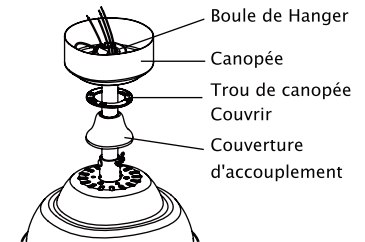

Fig. 9
**Étape 5.** Glissez le couvercle d'accouplement, le couvercle du trou de la canopée et la verrière sur la tige descendante. Réinstallez soigneusement la boule de cintre sur la tige descendante. Assurez-vous que la broche transversale est dans la bonne position et la vis de l'ensemble est serré et les fils ne sont pas tordus. (Fig. 9)